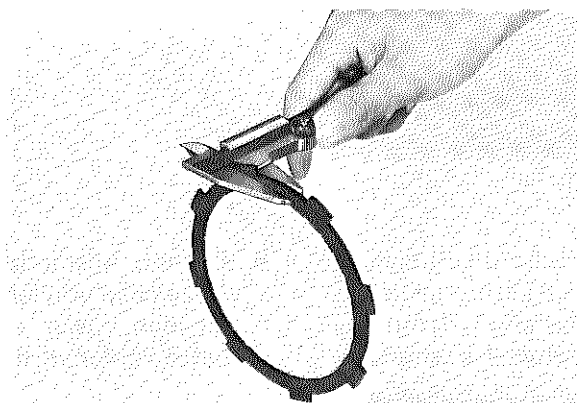

Fig. 3-3-21
1. Measure the friction plates at three or four points. If their minimum thickness exceeds tolerance, replace. (Fig. 3-3-21)
1. Mesurer l'épaisseur des disques de friction en trois ou quatre points. Remplacer si l'épaisseur est inférieure à la limite spécifiée (Fig. 3-3-21).
1. Dicke der Reiblamellen (Reibscheiben) an drei oder vier Punkten am Umfang messen. Falls die Mindestdicke die Verschleißgrenze unterschreitet, ist die Reiblamelle zu erneuern. (Fig. 3-3-21)